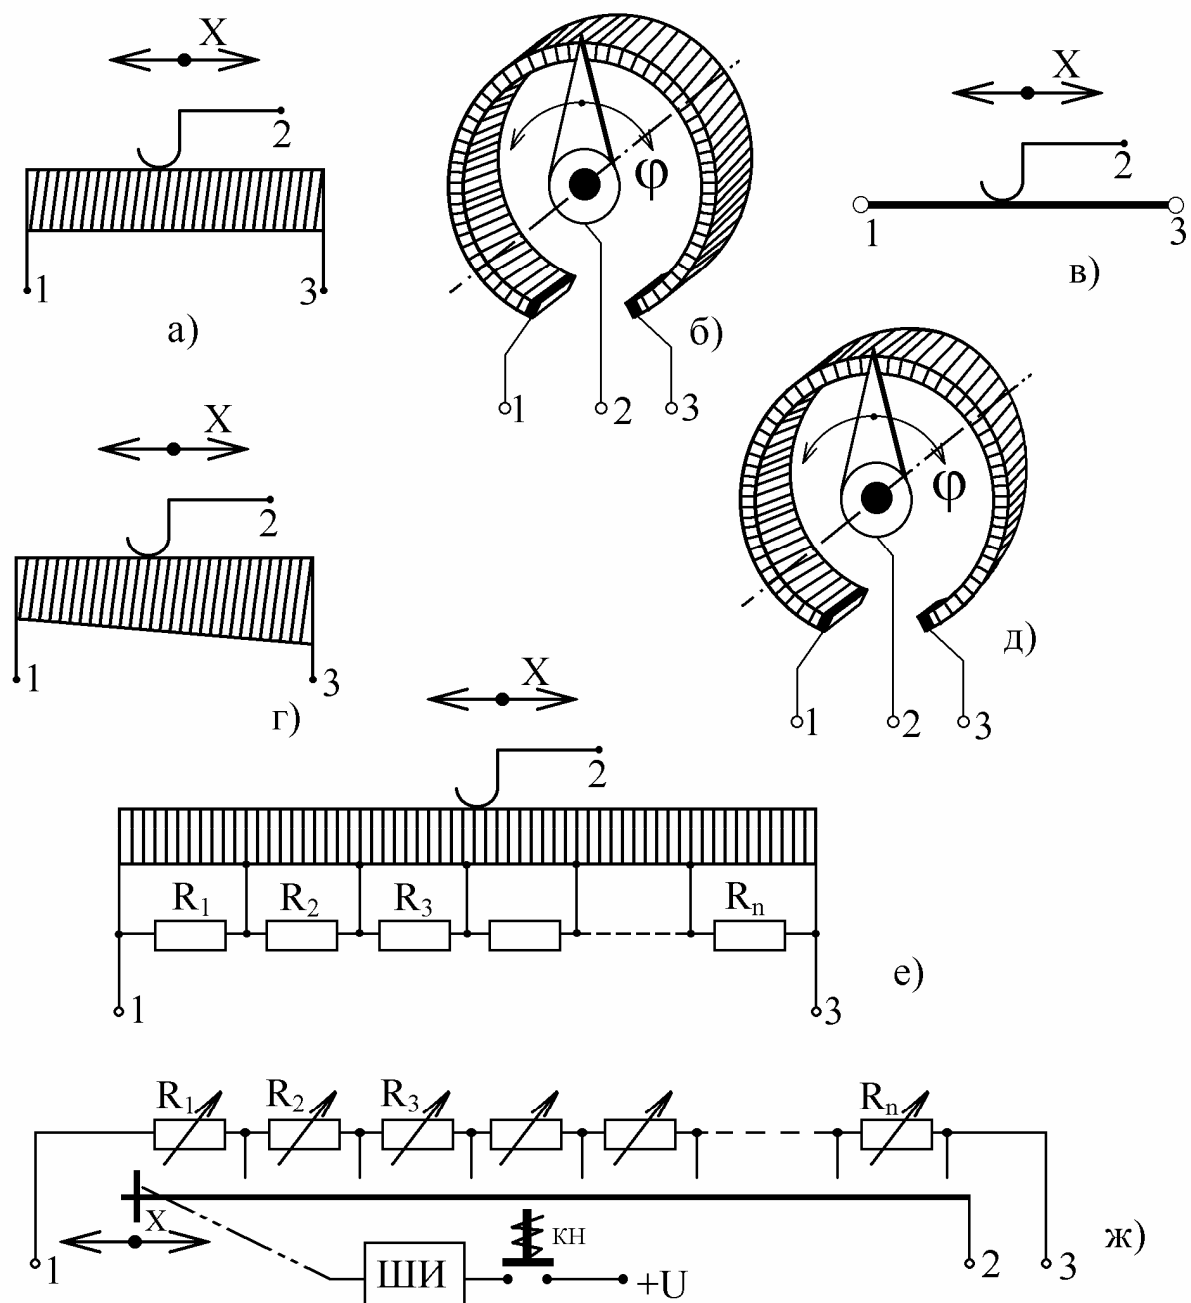

Рис. 2
- линейного перемещения от 0 до 16 см - №1 (рис.2,а);
- углового перемещения от 0° до 300° - №2 (рис.2,б);
- углового перемещения нелинейный (функциональный) от 0° до 300° - №3 (рис.2,д);
преобразования - №4 (рис.2,ж).
проводами скользит контактная щетка. На рис.2, а и б изображены проволочные РП линейного и углового перемещения.
Наибольшей линейностью обладают реохордные преобразователи, у которых на верхнюю грань каркаса наносится либо пленка из металла или полупроводника, либо вдоль каркаса натягивается проволока (струна), по которым скользит щетка (рис.2, в).
Нелинейная функция преобразования достигается либо применением намотки проволокой с переменным шагом, либо применением намотки проволоками разного диаметра или с различным удельным сопротивлением, либо с помощью каркасов различной конфигурации (рис.2,г, или путем шунтирования отдельных участков обмотки преобразователя с линейной характеристикой резисторами с различными сопротивлениями (рис.2,е).
На рис.2,ж представлена электрическая схема ФП, с помощью которого можно реализовать различного вида функциональные зависимости $R=f(n)$, где n - количество регулируемых резисторов, которые последовательно вводятся в схему разовым нажатием кнопки шагового искателя(ШИ). Возможные варианты функций $R=f(n)$ представлены на рис.4.